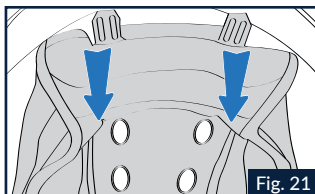

Fig. 21
3.1 Tirer la partie arrière de la mousse intérieure de confort vers l'intérieur du casque pour décrocher les languettes arrière gauche et droite de la coiffe du bord arrière de la calotte (Fig. 21).
4.3 Introduire les languettes arrière droite et gauche de la coiffe dans leurs logements respectifs du bord de la calotte (Fig.21). Pousser les languettes jusqu'à ce qu'elles soient complètement accrochées au support.